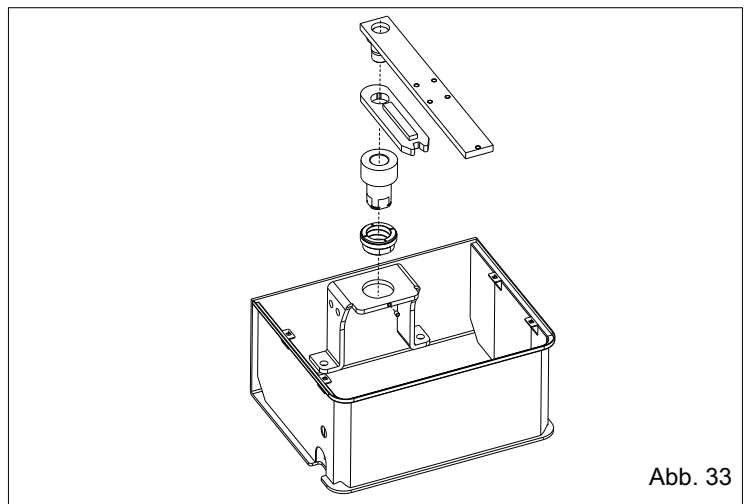

Abb. 33
10.4. Die Buchse in das Gehäuse einsetzen und mit der dafür vorgesehenen Schraube befestigen (Abb.33).
10.5. Alle Teile wie in Abb. 33 montieren.